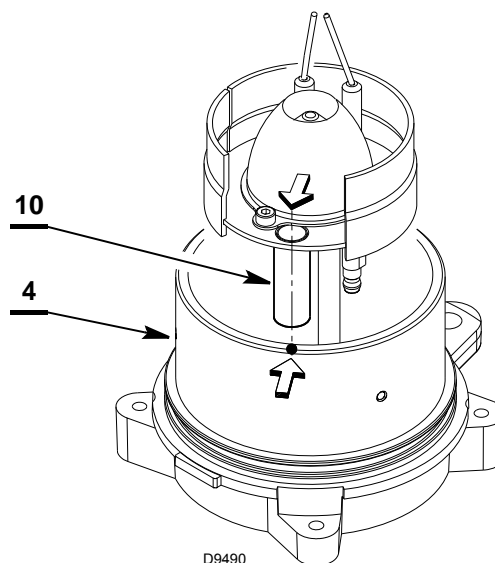

Fig. 25
- Colocar el cabezal de combustión 7) y fijarlo con el tornillo 8) en la salida del porta-rociador 9), luego de asegurarse de que el cristal 10) en el cabezal de combustión 7) esté orientado de manera que su eje coincida con la referencia del anillo 4) (Fig. 25).